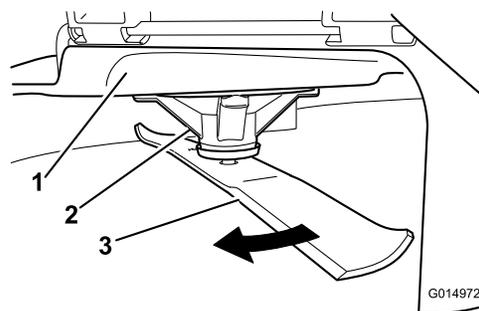

Figura 61
2. Indossando guanti dalla spessa imbottitura o altre protezioni idonee per le mani, ruotate lentamente la lama in una posizione che consenta di misurare la distanza tra il bordo di taglio e la superficie piana su cui si trova la macchina (Figura 61).